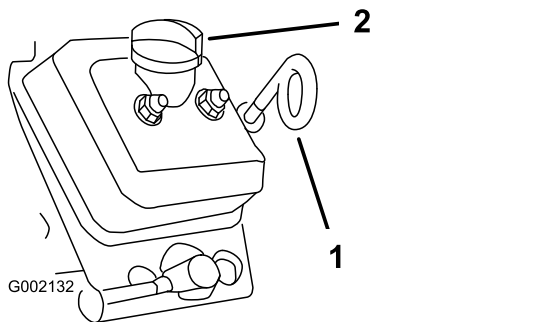

Рисунок 35
- Очистите поверхность вокруг измерительного щупа и крышки заливной горловины тканью (Рисунок 35), чтобы загрязнения не могли попасть в трубку измерительного щупа или заливную горловину и привести к повреждению двигателя.
- Извлеките масломерный щуп и протрите его начисто (Рисунок 35).
- Вставьте масломерный щуп в трубку щупа и убедитесь в том, что он установлен до упора (Рисунок 35).
- Установите крышку заливной горловины на место (Рисунок 35).
- Вставьте измерительный щуп до упора (Рисунок 35).